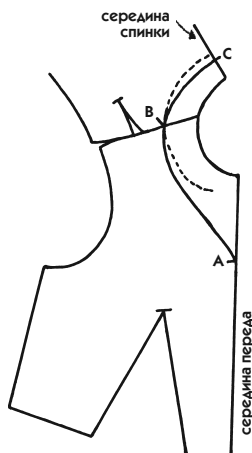

Рис. 396
1. По мерке, снятой с плеча (засечка В на рис. 396), наметьте параллельную линию горловины (пунктирная линия).
- От точки В на плече к срединной линии спинки проведите новую сплошную изогнутую линию, отступающую на 5—8 мм от пунктира в точке С (см. рис. 396).